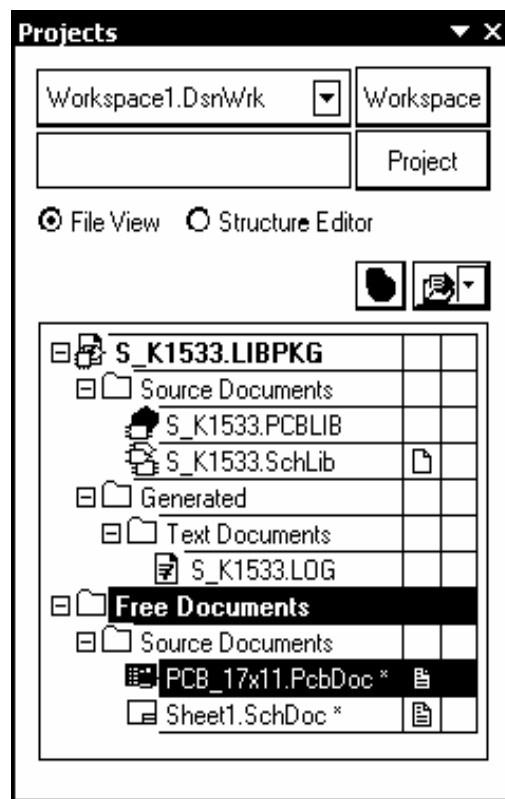

Рис. 2.1
1. Щелчком на закладке System в правом нижнем углу главного окна программы активизировать “всплывающее” контекстное (Pop-up) меню и указать в нем команду Projects. Открывается плавающая панель Projects, в главном поле которой отображена иерархия ранее открытых проектов (рис. 2.1).